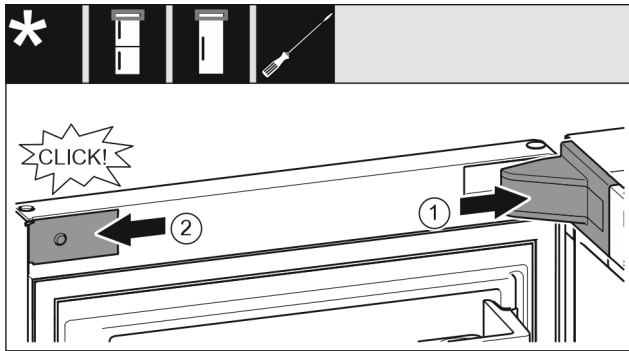

Fig. 20
- ▶ Afdekking van de lagerbus aanbrengen en vastklikken, en indien nodig, voorzichtig uit elkaar drukken. Fig. 20 (1)
- ▶ Paneel zijdelings aanbrengen en vastklikken. Fig. 20 (2)